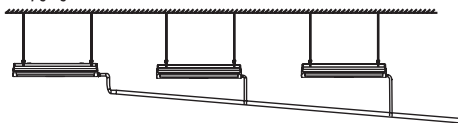

Рис. 7.2
7. Если выход дренажной трубы воды расположен выше, чем соединение трубы для забора воды, труба дренажа воды должна быть как можно ближе к вертикали. Изогните соединительные фитинги выхода воды так, чтобы высота трубы дренажа воды находилась в пределах 1000 мм от нижней части дренажного поддона. В противном случае при прекращении работы будет возникать чрезмерный поток воды. См. рисунок 7.2.